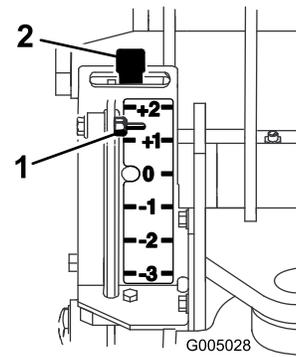
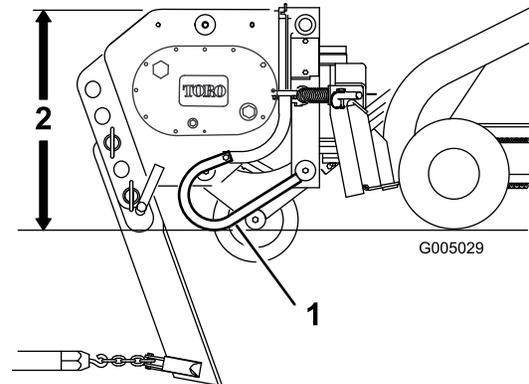

Bild 6
Bild 7
5. Kippen Sie die Befestigungsplatte ganz nach hinten, sodass die Oberkante des Pflugs mit dem Boden parallel ist (Bild 7).
Das Messgerät befindet sich an der linken Seite des Pflugs, die zur Zugmaschine zeigt. Eine Stange verläuft vom Messgerät zum Boden. Wenn Sie den Pflug anheben, bewegt sich die Anzeige am Messgerät nach unten. Markierungen am Messgerät geben die Zoll an, die Sie über oder unter der Höchsttiefe pflügen. Das Messgerät zeigt zwischen +2 bis -3 Zoll (+5 bis -7,6 cm) an. Null ist die Höchsttiefe auf unbepflanztem Boden, und -3 ist 3 Zoll (7,6 cm) über der Höchsttiefe. In Bild 6 und Bild 7 wird das Messgerät abgebildet.